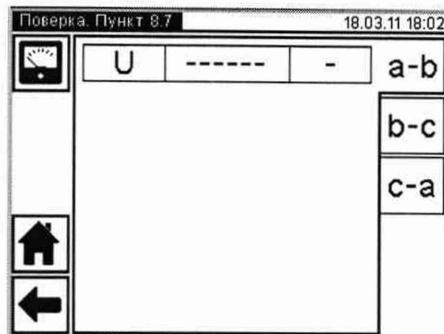

Рисунок 12
8.7.6 В окне "Проверка. Пункт 8.7" (рисунок 12) выберите конфигурацию цепи, нажав закладку "a-b", как указано в ячейке "Конфигурация цепи" первой строки таблицы 7.
8.7.10 Нажмите кнопку "←" в окне "Поверка. Пункт 8.7", рисунок 12, для возврата к окну, представленному рисунком 11.